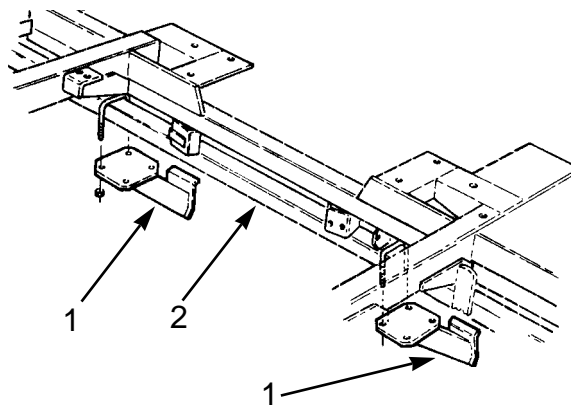

図 8
1. No.1 ユニット前部の左右のフレーム・チューブにあるローラ・バンパー用取り付け位置（図8）を確認する。
2. 左右のフレーム・チューブにローラ・バンパーを仮止めする（図8；Uボルトとロックナットを使用）。